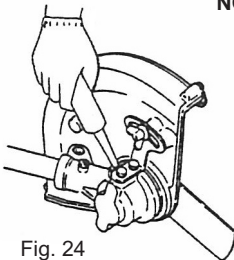

Fig. 24
- a. The gear case is lubricated with multi-purpose grease. The level should be checked after every 50 hrs. of use by removing check screw. (Fig. 24)
- a. Das Getriebegehäuse wird mit Mehrzwecksfett eingeschmiert, Nach Beseitigung der Halteschraube soll nach jeweils 50 Stunden Betrieb der Ölpegel nachgeprüft werden (Abbildung 24)